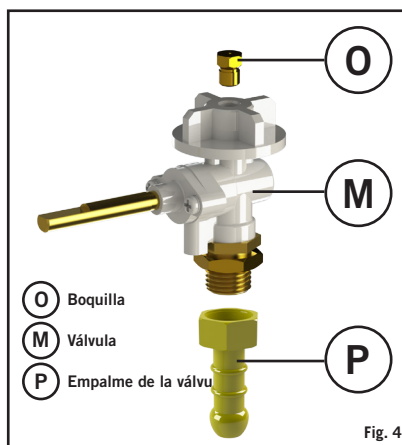

Fig. 4
**Categorías del dispositivo:** I 3B/P (30), I 3+ (28-30/37) and I 3B/P (37), (DK, FI, NO, NL, SE, AT, DE, BE, ES, FR, IE, IT, PT, GB, CH)
- En el otro extremo adhiera un regulador de baja presión de 30 mbares (configuraciones de butano de I 3B/P (30), I 3+ (28-30/37) o de baja presión de 37 mbares (configuraciones de propano de I 3+ (28-30/37)) asegurándose otra vez de que la manguera esté bien asentada. La manguera debe cumplir con la norma BS 3212:1991/SABS 1156-2 o equivalente. En Sudáfrica el regulador utilizado debe cumplir con la norma SANS 1237.
**Categoría del dispositivo:** I 3B/P (50) (AT, DE)
- Atornille una manguera con los accesorios enroscados correctos a cada extremo en la rosca BSP de  $\frac{1}{4}$ " BSP del lado izquierdo de la válvula (O) (Fig. 4). Adhiera un regulador de baja presión adecuado de 50 mbares en el otro extremo de la manguera. La manguera utilizada debe cumplir con la norma DIN 4815 parte 2 o equivalente.